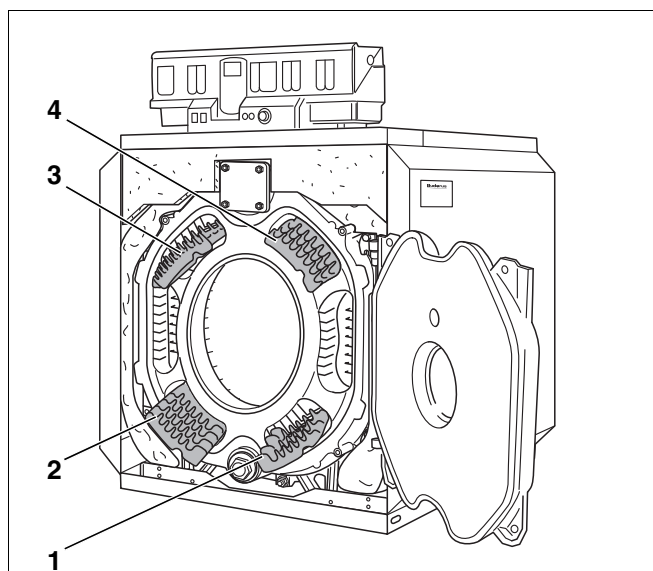

Fig. 51 Rimozione dei turbolatori.
- Estrarre i turbolatori dai tiraggi, tirandole verso il davanti (fig. 51, [1] e [4]).